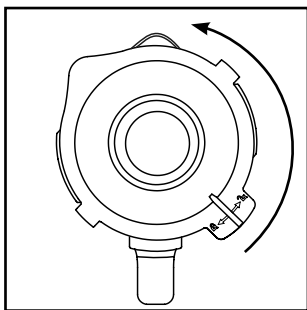

Fig. 1
- 1) Ruotare l'inserto mixer ❸ in senso antiorario finché la freccia ▼ sotto la maniglia dell'inserto mixer non si trovi al di sopra della posizione . Rimuovere l'inserto mixer ❸ sollevandolo in verticale dal blocco motore ❹.
- 2) Rimuovere il coperchio ❷, ruotandolo in senso antiorario in direzione della posizione  (vedere Fig. 1), fino a poterlo estrarre verso l'alto.
- 3) Riempire l'inserto mixer ❸ almeno fino alla tacchetta inferiore della scala graduata ❹ e non oltre il segno MAX. Per risultati ottimali si consigliano le seguenti quantità di riempimento massime: